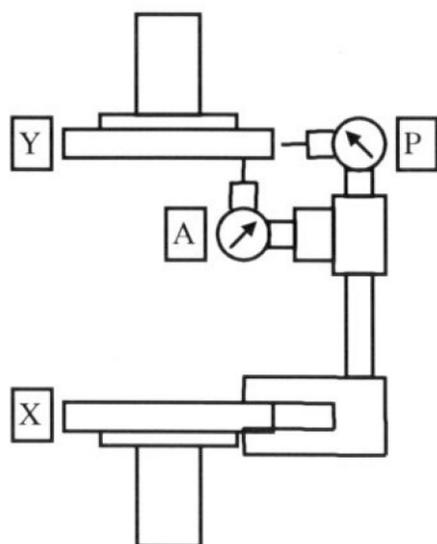

Figura 4: Configuración del reloj comparador
1. Monte dos relojes comparadores en una de las mitades de acople (X) para que hagan contacto con la otra mitad de acople (Y) como se muestra en Figura 4: Configuración del reloj comparador (página 7).
La unidad está en alineación paralela cuando el indicador P (indicador paralelo, consulte la figura 4) no varía más de 0,003 pulg. (0,076 mm) medido en cuatro puntos de la periferia de acoplamiento a 90 de separación a temperatura de funcionamiento. Hay dos métodos detallados a continuación que son aceptables para alcanzar la alineación.